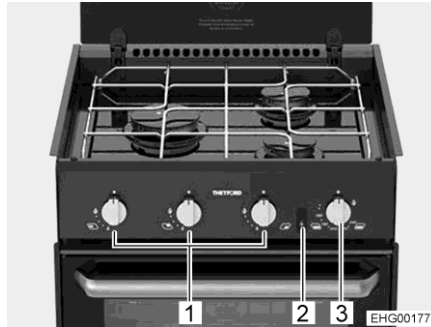
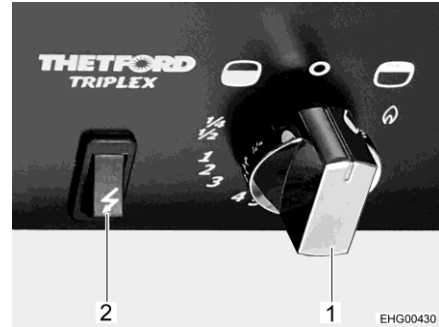

Bild 256 Spis med gaskokplattor
Bild 257 Reglage (gasugn med grill)
- Tryck på vridregulatorn (Bild 256,1) på önskad platta, vrid till tändposition (stor flamma) och håll nedtryckt tills flammen brinner (maximalt i 15 sekunder).
- Tryck vridregulatorn (Bild 256,3 och Bild 257,1) och ställ den moturs (i riktning mot ugn-symbolen "☐") till maximal ställning.
- Tryck på vridregulatorn (Bild 256,3 och Bild 257,1) under 5 till 10 sekunder. Gasen strömmar till brännaren.
- Tryck på tändaren (Bild 256,2 och Bild 257,2) tills lågan tänds.
- Tryck vridregulatorn (Bild 256,3 och Bild 257,1) och ställ den medurs (i riktning mot grill-symbolen "☐") till flammans symbol.
- Ställ vridregulatorn (Bild 257,1) på "0". Flammen slocknar.